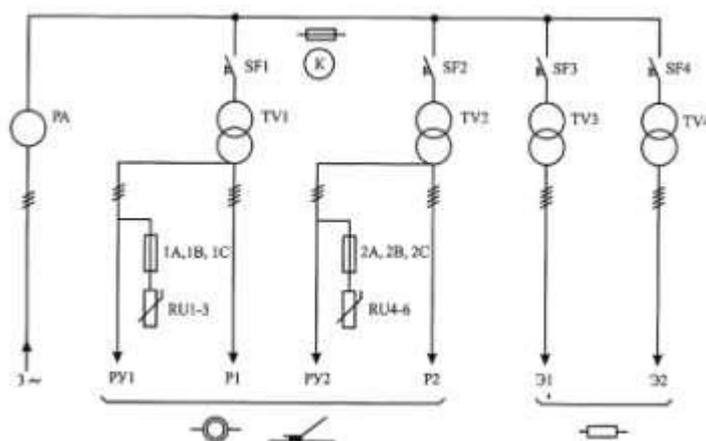

Рисунок 6. Мнемосхема разводки питания панели ПСТН1-ЭЦК
7.7.4. На лицевой стороне панелей изображена мнемосхема разводки питания (рисунок 6) с обозначением на ней трансформаторов, приборов защиты и нагрузок, а также автоматических выключателей и индикатора «КП», включение которого указывает на перегорание (неисправность) предохранителя или срабатывание автоматического выключателя.